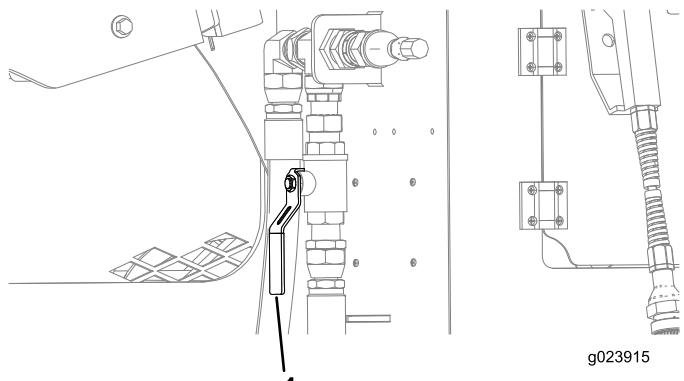

Figura 128
- B. Abra la válvula situada cerca del compartimento trasero (Figura 128).